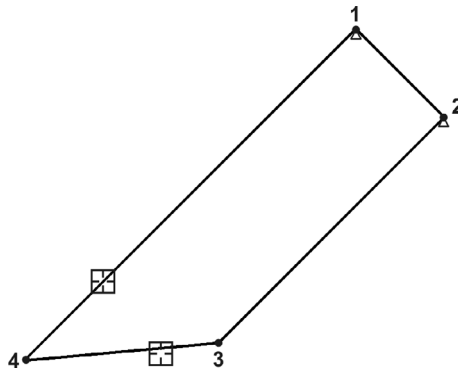

Рис. 62.35.
8. Чтобы обеспечить перпендикулярность левого торца стенкам, укажите отрезки 1–4 и 4–3 (рис. 62.35).